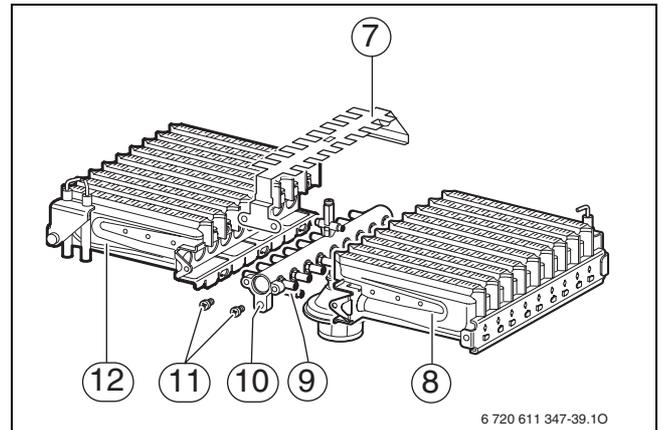

Fig. 48
- ▶ Rimuovere le viti (11) (→ fig. 48).
- ▶ Togliere il ponte accensione (7).
- ▶ Rimuovere le viti dai punti di fissaggio (9). Togliere la parte sinistra (12) e la parte destra (8) del bruciatore dalla rampa ugelli (10).